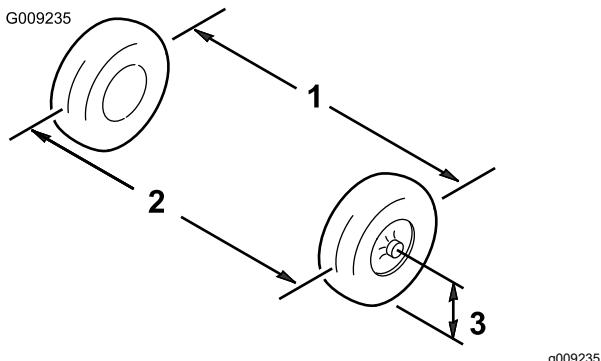

Figure 76
5. Mesurez la distance entre les roues avant à hauteur d'essieu, à l'avant et à l'arrière des roues (Figure 76).